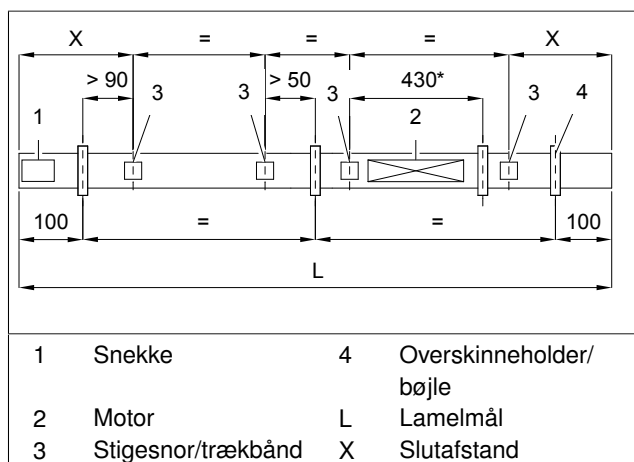

Fig. 3: Placering for overskinneholdere/bøjler (alle mål i mm)
- Overfør bøjlernes position på monteringsunderlaget (se Fig. 3)!